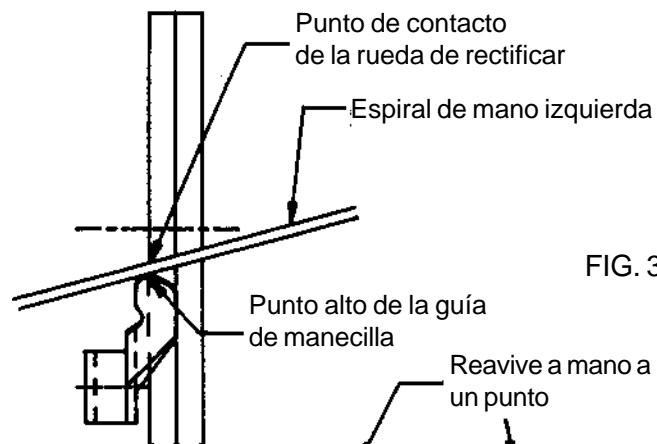
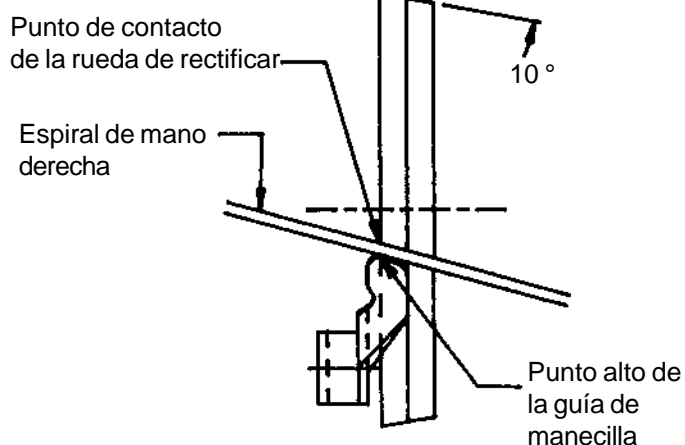

FIG. 38
FIG. 39
A. Si las cuchillas del carrete son demasiado juntas o el espacio libre entre la unidad de segadora es demasiado estrecho y no le permitirá usar la guía de la manecilla del carrete grande, será necesario usar la guía de la manecilla estampillada alternada y una rueda de rectificar ancha de 3/8". (Parte No. 3700363). NOTA: Esta rueda no es incluida con la rectificadora, para poder usar esta guía le exigirán que reavive la rueda de rectificar de la manera siguiente: Ponga la manecilla de guía en la asamblea de motor de rectificar y posicione aproximadamente 1/16" fuera de la rueda de rectificar. En los carretes de hélice normales, ninguna preparación se requiere. Vea FIG. 38. En los carretes de hélice inversas. Vea FIG. 39. Con la asamblea de la rueda de rectificar en una posición donde usted puede alcanzarlo con el palo de reavivar, encienda la rueda de rectificar y reavive la porción de la rueda a aproximadamente 10 grados. Vea FIG. 39.